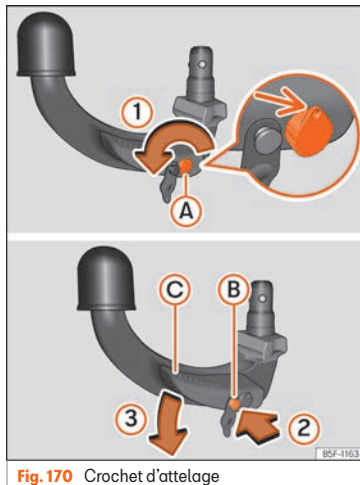

Fig. 170 Crochet d'attelage
- Insérer et tourner la clé dans le sens de la flèche » fig. 170 ① jusqu'à ce que le trou de la clé soit orienté vers le haut (flèche).
- Appuyez sur la broche de déverrouillage » fig. 170 ② dans le sens de la flèche ② et appuyez simultanément sur le levier ③ dans le sens de la flèche ③ jusqu'en butée.